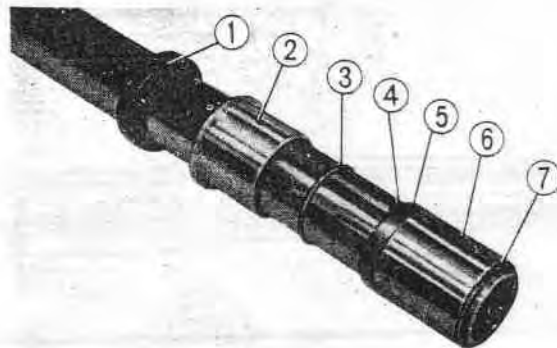

Fig. 11-14 ① Joint d'étanchéité 354611
5. En enlevant l'anneau brisé de piston, ce piston et le clapet d'amortisseur peuvent être retirés du tube de fourche. (Fig. 11-14)